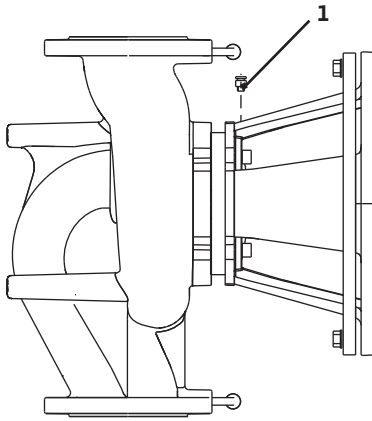

Fig. 18: válvula de ventilación
- La válvula de ventilación (Fig. 18, pos. 1) debe estar orientada siempre hacia arriba.